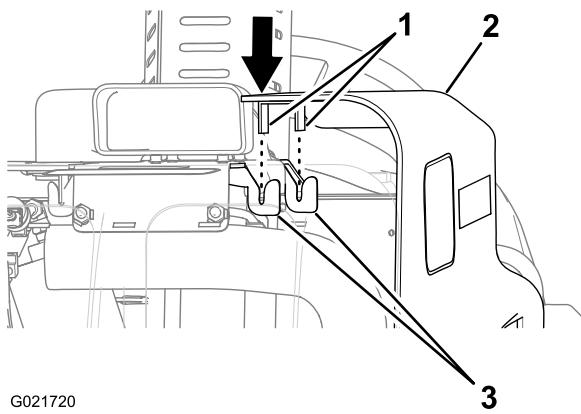

Figure 37
- 2. Alignez les pattes de fixation à la partie supérieure des panneaux latéraux avec les supports sur la machine (Figure 37).